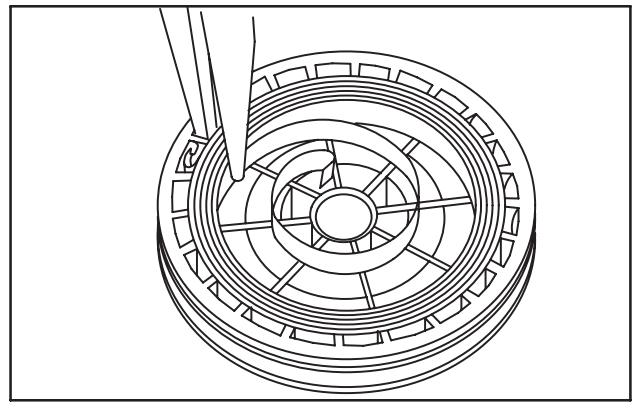

Fig. 25
9. À l'aide d'une paire de pinces à becs fins, saisir le ressort le plus près possible du crochet du ressort sur l'extérieur et le sortir, Fig. 25.